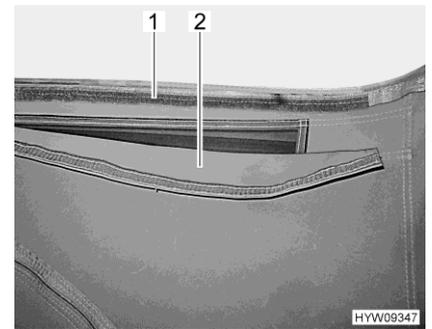

Fig. 32 Aération (ouverte)
- Tirer le pan d'étoffe (Fig. 32,2) vers le haut et presser la bandes velcro (Fig. 32,1).